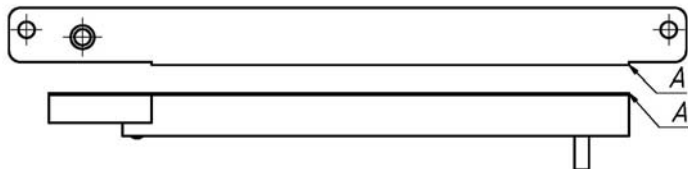

Рис.4
**При монтаже замка правильное положение якорной части относительно корпуса обеспечивается при совмещении кромок А (рис.4).**